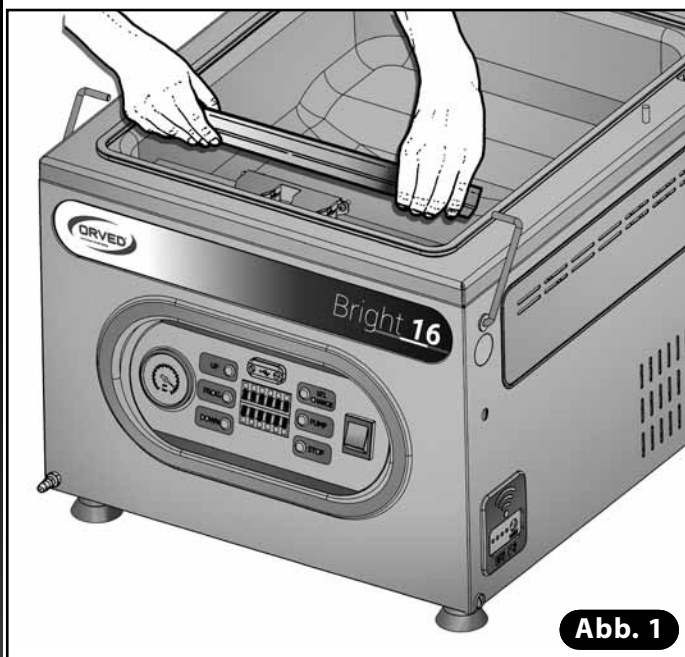

Abb. 1
- 1) Zum Herausnehmen des Schweißbalkens diesen an beiden Enden fassen und waagrecht anheben (**Abb. 1**).